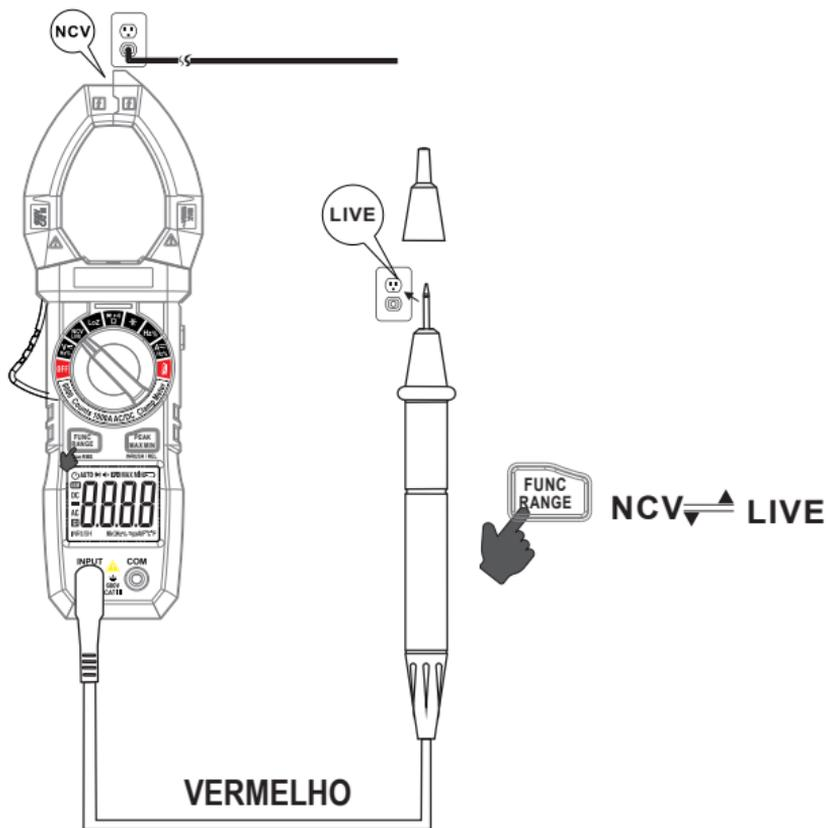

Figura 10
3. Insira a ponta de prova vermelha no conector "INPUT" conforme mostrado na figura 10.